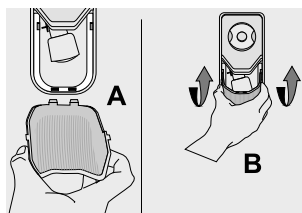

Figura 51
- Para finalizar presione la tapa luz hacia el centro e incrustela en la caja control (A) y suéltela para que ésta se fije a la caja control (B). (Ver figura 51).